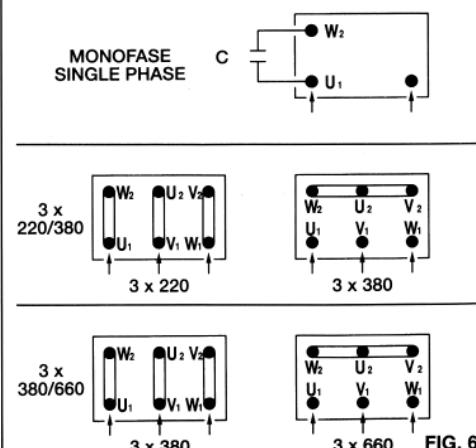

FIG. 6
- 1) Controllare la tensione di rete per vedere se corrisponde a quella di targa del motore. Successivamente allacciare i fili alla morsettiera della pompa secondo lo schema (fig 6) e verificare il voltaggio ai morsetti con la pompa funzionante. La tensione non deve differire di un 5% del valore nominale. Collegare poi a terra la pompa utilizzando il morsetto previsto nella basetta. Nelle pompe trifasi è necessario installare telesalvamotori tarati alla corrente di targa del motore. Le pompe monofasi hanno già il motoprotettore incorporato.
- 1) Check the supply voltage before carrying out any connection if it corresponds to the motor data. Afterward connect the wires to the terminal block according the figure 6 and check the voltage at the terminals with the pump operating. This voltage must be within ±5% of the nominal main supply voltage. Pump must be earthed using the special earth connection inside the terminal box. Three-phase pump must be protected by a terminal overload unit with the current rating set to value shown on the motor data plate. Overload protector built in the single-phase motors.
- 1) Vérifier que la tension d'alimentation correspond à celle de la pompe. Après raccorder les fils aux bornes de la pompe selon le schéma (fig. 6) et vérifier le voltage aux bornes pendant que la pompe tourne. La tension ne doit pas être de ±5% différente de celle nominale. Ne pas oublier de relier la pompe à la terre en utilisant la borne prévue. Avec les pompes trifasées il est nécessaire d'installer un contacteur calibré correctement en fonction de l'ampérage indiqué sur la plaque du moteur. Les pompes monophasées ont déjà le motoprotecteur incorporé dans le moteur.